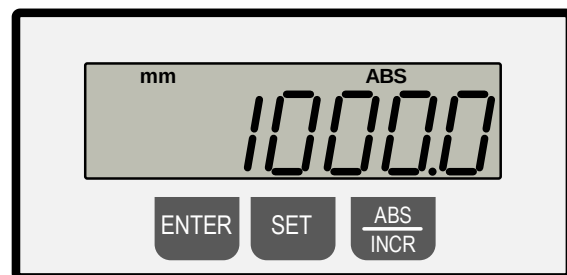

Abbildung 71: Beispiel für hinterlegtes Referenzmaß
- Die Tasten **ENTER + SET** gleichzeitig gedrückt halten → Das in der Anzeige hinterlegte Referenzmaß erscheint. In unserem Beispiel ist es der Wert „**1000,0 mm**“ (siehe ⇨ Abbildung 71).
- Die Einstellung ist abgeschlossen (siehe ⇨ Abbildung 71).